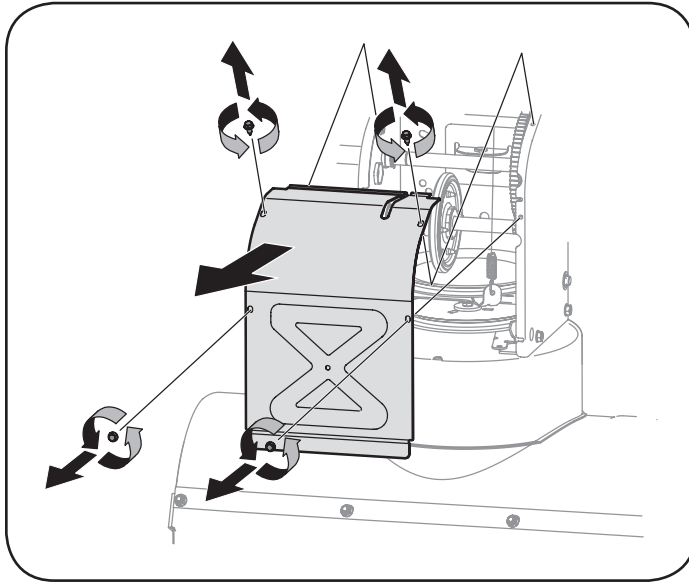

Figura 27
5. Saque la cubierta del marco desde debajo de la máquina quitanieves retirando los cuatro tornillos autorroscantes que la aseguran. Vea la Figura 27.
4. Saque la cubierta del marco desde debajo de la máquina quitanieves retirando los tornillos autorroscantes que la sujetan. Vea la Figura 27.